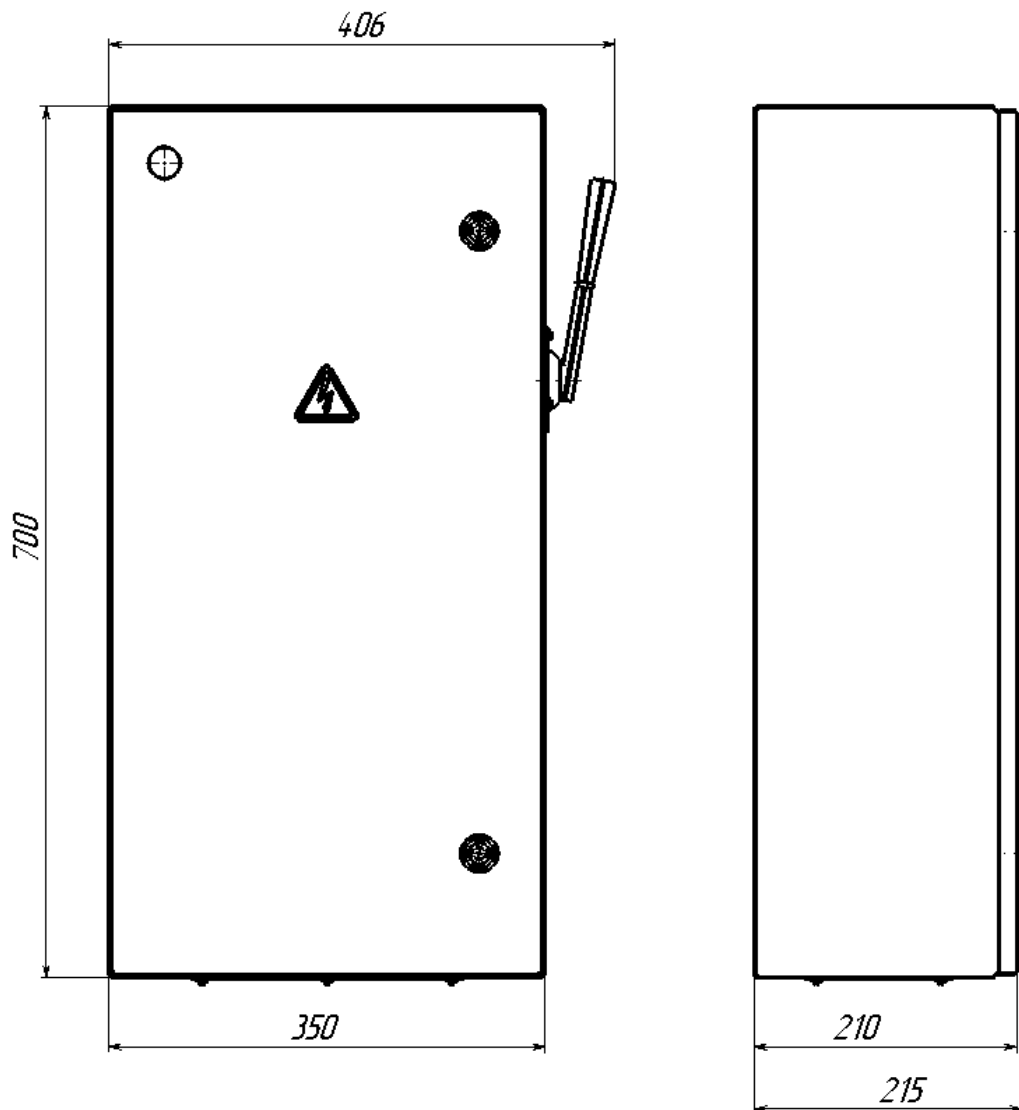

Рис.1 Внешний вид, габаритные и установочные размеры корпуса ящика силового ЯРП-400У-Узола.
2.13 Габаритные и установочные размеры	- см. рис.1;